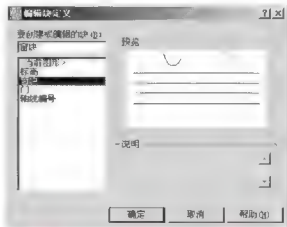

图 3-91 【编辑块定义】对话框
- (1) 利用【块编辑器】命令修改“窗”图块。块编辑器的作用是对图块库内的图块进行修改。
- ① 执行菜单栏中的【工具】|【块编辑器】命令, 打开【编辑块定义】对话框, 如图 3.91 所示。
- ② 选择“窗”图块, 单击【确定】按钮, 进入【块编辑器】。